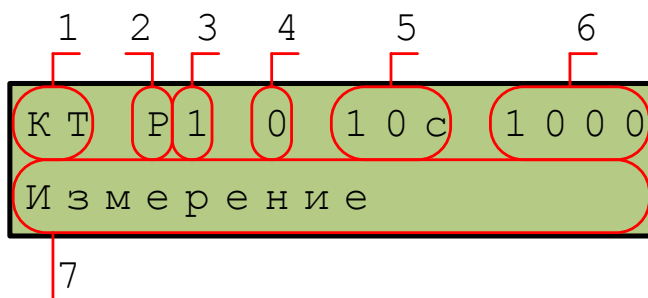

Рисунок 4.1
4.1.1 При навигации по меню (рисунок 4.1) в первой строке индикатора отображается информация об установках и режиме работы. Во второй строке индикатора указывается текущий пункт меню, выбор которого осуществляется кнопкой “ПУСК”.